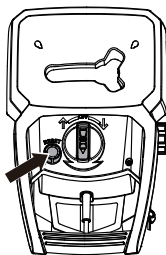

Figura 11
## Protezione da sovraccarico (Figura 11)
Ruotare l'interruttore di accensione e spegnimento (12) nella posizione centrale "OFF" e premere il pulsante di ripristino (10) come mostrato nella figura 11. Se necessario, rimuovere gli intasamenti. Riaccendere il tritratore.